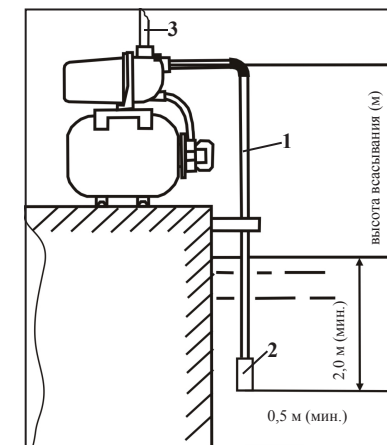

рис. 3
Внимание! Для оптимального функционирования насоса станции рекомендуется всасывающую трубу/шланг оснащать обратным клапаном 2 (рис.3) (в комплект поставки не входит).
6.6 Присоедините напорный шланг/трубу 3 (рис.3) к выходному отверстию.